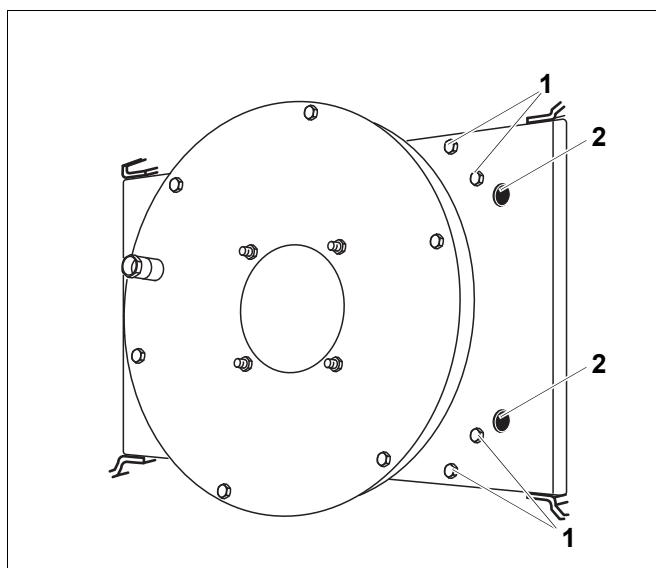
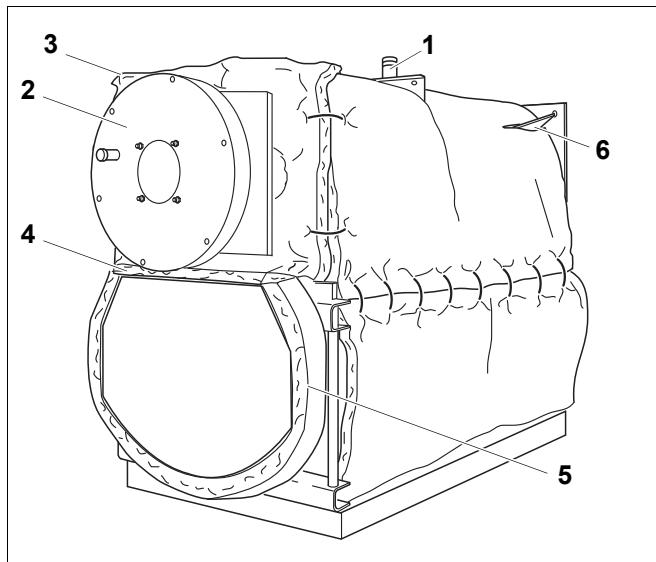
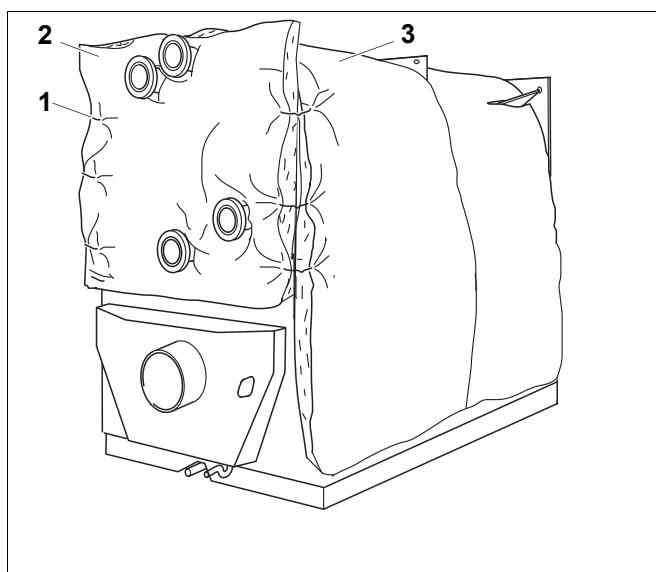

Рис. 6 Болты дверцы горелки
Рис. 7 Теплоизоляция на дверце горелки
Рис. 8 Теплоизоляция задней стенки
Учитывайте вырезы для предохранительного устройства контроля количества воды и кронштейна траверсы (рис. 7, поз. 1 + 6)!
- Выверните 4 болта (рис. 6, поз. 1) на дверце горелки (рис. 7, поз. 2) справа и 4 болта слева.
Пазы (рис. 6, поз. 2) на дверце горелки (2 справа и 2 слева) предназначены для подвешивания к крану или тали, когда требуется снять всю дверцу целиком.
- Откройте дверцу горелки (рис. 7, поз. 2).
- Приложите теплоизоляционный мат с круглым вырезом (рис. 7, поз. 3) широким краем вверх к передней стенке корпуса котла и закрепите его 4 скобами (2 слева, 2 справа) к теплоизоляции корпуса.
- Уложите теплоизоляционную полосу (рис. 7, поз. 4) на обратную камеру котла так, чтобы склейка была спереди и сверху.
- Уложите теплоизоляционную полосу (рис. 7, поз. 5) вокруг обратной камеры котла и закрепите 2 скобами.
- Уложите теплоизоляцию на заднюю стенку (рис. 8, поз. 2), учитывая вырезы на ней, и прикрепите 6 скобами (рис. 8, поз. 1, 3 слева и 3 справа) к теплоизоляции корпуса (рис. 8, поз. 3).
- Вставьте теплоизоляционные маты дверцы горелки (рис. 7, **поз. 3**) и задней стенки (рис. 8, **поз. 2**) в верхнюю отбортовку на передней и задней траверсах.